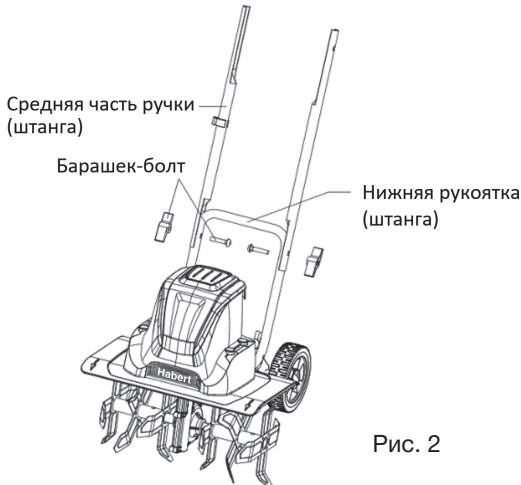

Рис. 2
1. Установите фиксатор кабел на среднюю часть ручки (штангу) (Рис. 2).
2. Закрепите среднюю часть ручки на нижней с помощью двух болтов-барашков. Затяните ручки с каждой стороны (Рис. 2).